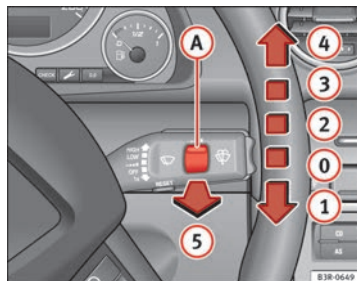

Fig. 99 Palanca del limpiaparabrisas
La palanca del limpiaparabrisas $\Rightarrow$ fig. 99 tiene las siguientes posiciones:
Con las luces conectadas, accione el barrido automático del limpia / lavaparabrisas ⇒ fig. 99 ⑤ tirando de la palanca durante más de 1 segundo.